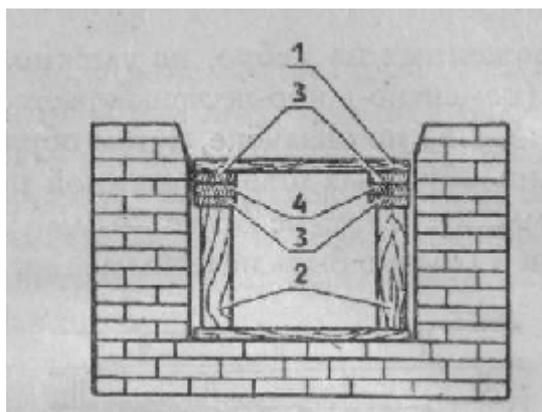

Рис. 2. Подготовка кладки клинчатой перемычки
До начала кладки перемычки возводят боковые стенки камина до уровня нижней плоскости перемычки. Затем устанавливают опалубку из деревянной доски толщиной 40 мм (1), двух вертикальных брусков (2), пластин (3) и клиньев (4) — см. рис. 2.